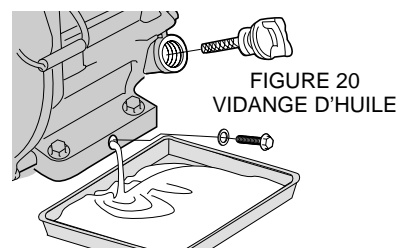

FIGURE 20
1. Retirer le bouchon de remplissage d'huile et le bouchon de vidange pour vidanger l'huile (figure 20).